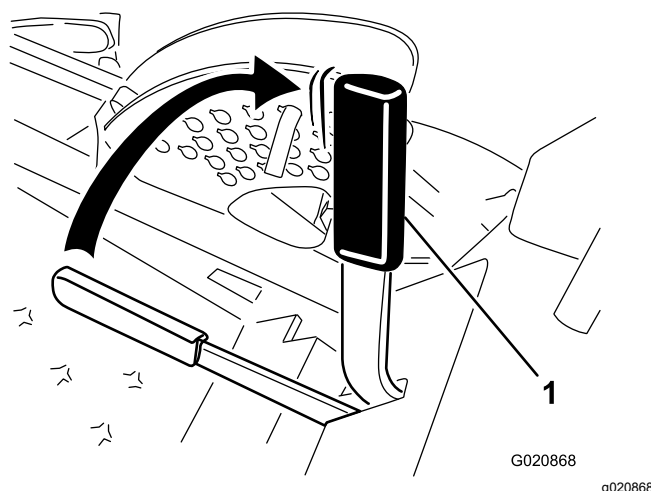

Figure 14
2. Tirez le levier du frein de stationnement vers le haut et l'arrière pour le serrer (Figure 14).